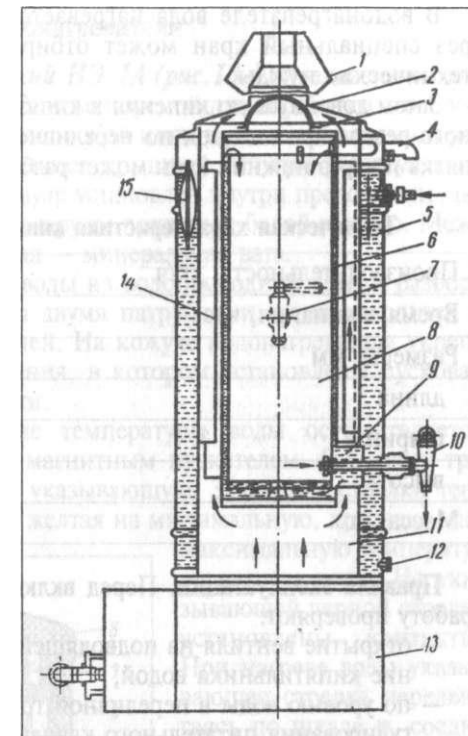

Рис. 13-2. Кипятильник газовый КНГ-200.
**Кипятильник газовый КНГ-200 (рис. 13-2)** непрерывного действия служит для приготовления и одновременного или последовательного отпуса горячей воды или кипятка.